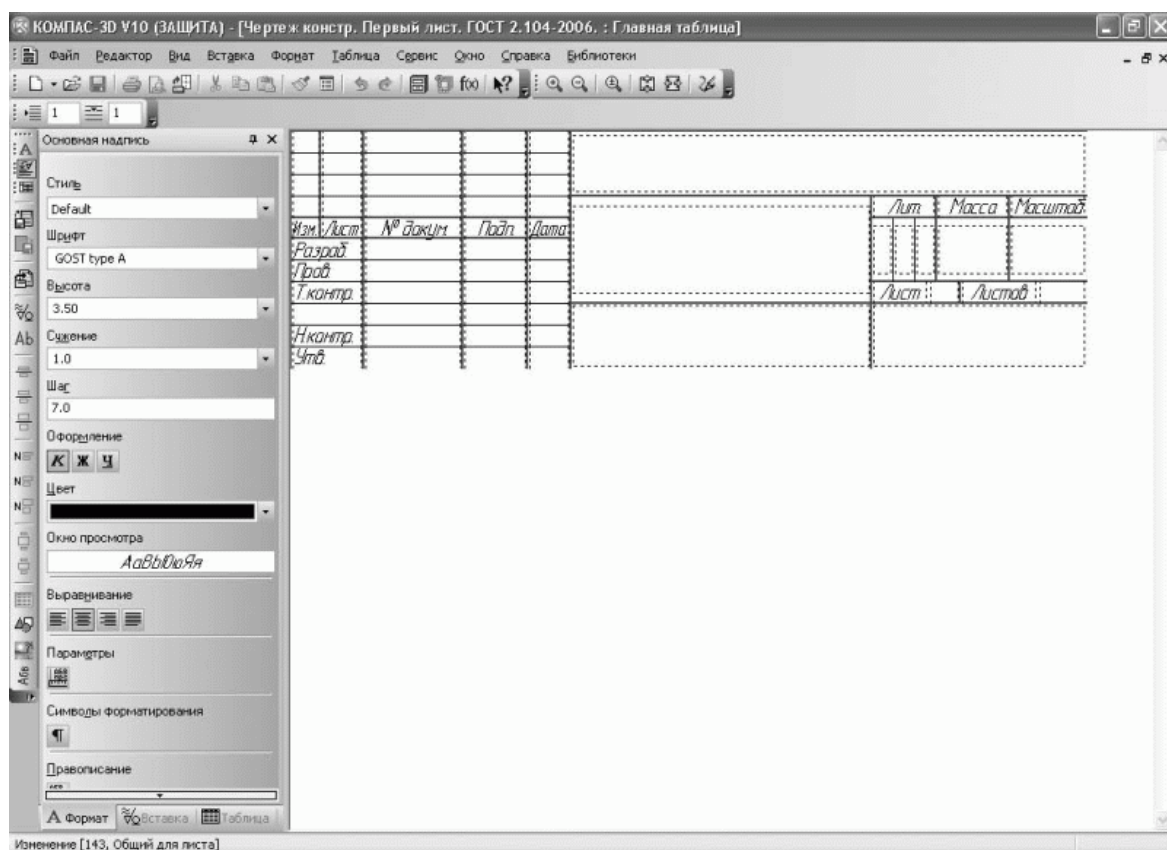

Рис. 2.64. Редактирование основной надписи чертежа
6. Чтобы отредактировать штамп основной надписи, выделите пункт Главная таблица в списке Состав основной надписи и нажмите кнопку Редактировать. В результате появятся надписи штампа чертежа, которые можно будет изменить или даже удалить (рис. 2.64). Например, напишите полностью все сокращенные слова (Разраб., Пров. и пр.) и добавьте строку Руководит. (руководитель). Для выхода из режима редактирования главной таблицы выполните команду меню Файл > Завершить редактирование таблицы.